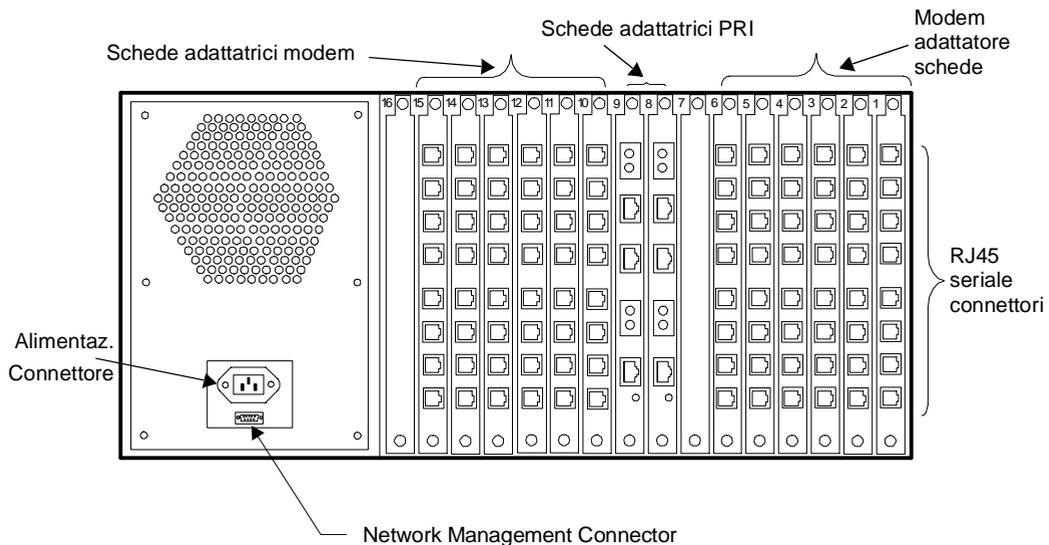

Figura 1-4. Il pannello posteriore dello chassis 4000
La parte posteriore dello chassis 4000 contiene i seguenti componenti (Figura 1-4):
- Schede adattatrici del modem (le schede adattatrici digitali hanno connettori seriali RJ45 come illustrato in Figura 1-4; le schede adattatrici analogiche hanno connettori telefonici RJ11 e connettori seriali RJ45)